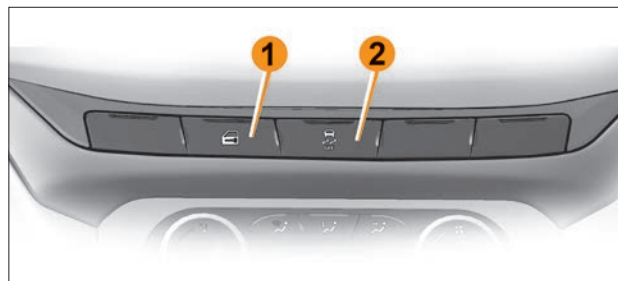

Рис. 3. Блок выключателей на панели приборов
Для блокировки замков дверей нажмите кнопку блокировки  на пульте. При этом произойдет блокировка замков дверей, что подтверждается загоранием на некоторое время индикатора на кнопке 1 (см. рис. 3) и двукратным световым сигналом указателей поворота.
– *Центральная блокировка/разблокировка замков дверей.* Для блокировки замков всех дверей из салона нажмите кнопку  на панели приборов, индикатор на кнопке **1** (рис. 3) загорится на некоторое время, затем погаснет. Если при нажатии кнопки  капот, багажник или одна из дверей были открыты, то двери обратно разблокируются. Закройте двери, капот, багажник, нажмите кнопку блокировки , все двери заблокируются. Разблокировка замков боковых дверей происходит при открывании со стороны салона любой передней двери, при открытии одной из задних дверей происходит разблокировка только открываемой двери. Для принудительной блокировки дверей, в случае открытой любой двери, требуется нажать и удерживать некоторое время кнопку .
При заведенном двигателе нажмите кнопку центрального замка  на панели приборов **1** (рис. 3) и удерживайте ее в течение пяти секунд. Сразу после нажатия кнопки загорится светодиод, двери заблокируются. Заглушите двигатель. Функция активирована.
При заведенном двигателе нажмите кнопку центрального замка  на панели приборов **1** (рис. 3) и удерживайте ее в течение пяти секунд. Функция отключена.
Чтобы разблокировать дверь водителя с наружной стороны разблокируйте замок с помощью ключа (рис. 4). Остальные двери (а также крышка багажника/дверь задка) разблокируются выключателем блокировки дверей **1** на панели приборов (см. рис. 3).